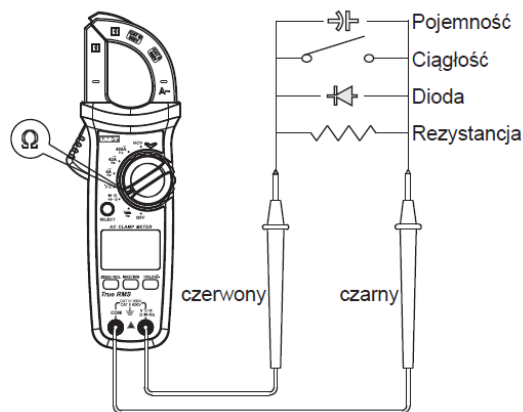

Fig. 4
3. Măsurarea rezistenței (vezi fig. 4)
4. Măsurarea continuității (vezi fig. 4)
5. Măsurarea diodelor (vezi fig. 4)